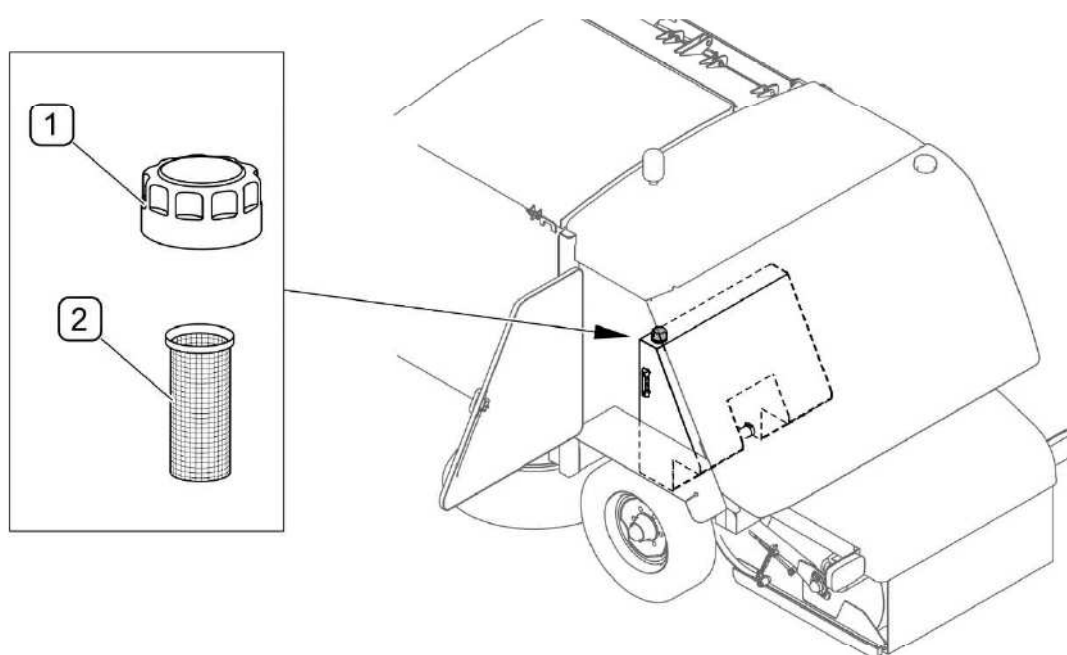

РИСУНОК 5.15 Фильтрующая сетка
Фильтрующая сетка (2) устанавливается в заливном отверстии. Ее нужно регулярно очищать. Доступ к фильтрующей сетке (РИСУНОК 5.15) возможен после открытия заднего левого кожуха. Отвинтить пробку (1), извлечь фильтрующую сетку (2) и промыть раствором моющего средства.
Сетчатый фильтр (РИСУНОК 5.15) необходимо очищать после каждой замены или долива масла.